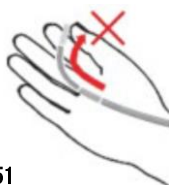

図 51
- ・先端可動部は手で無理やり曲げないでください。必ず操作レバーを使用してください。(図 51)